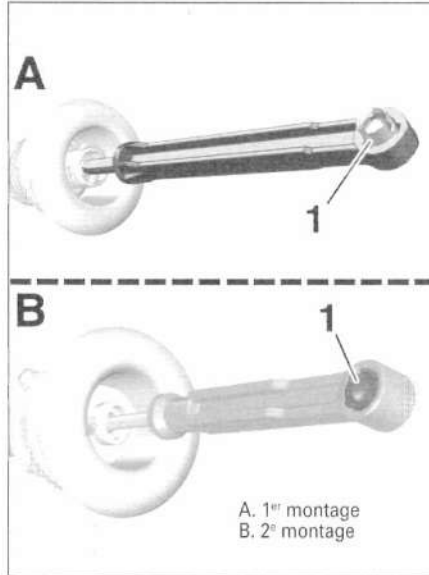

FIG.10
- Vérifier la position de l'agrafe de verrouillage (1) du cylindre émetteur (Fig.10).